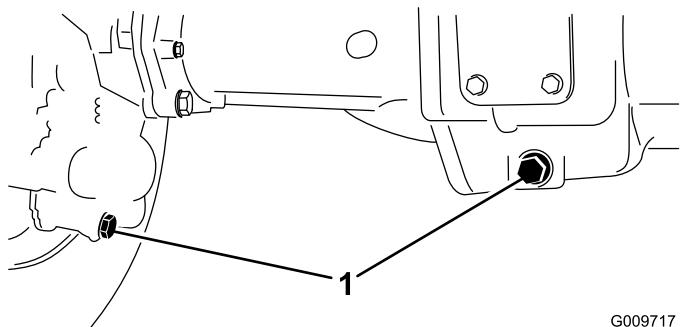

Figura 97
2. Pulite attorno ai tre tappi di spurgo, uno per lato ed uno in centro (Figura 97).